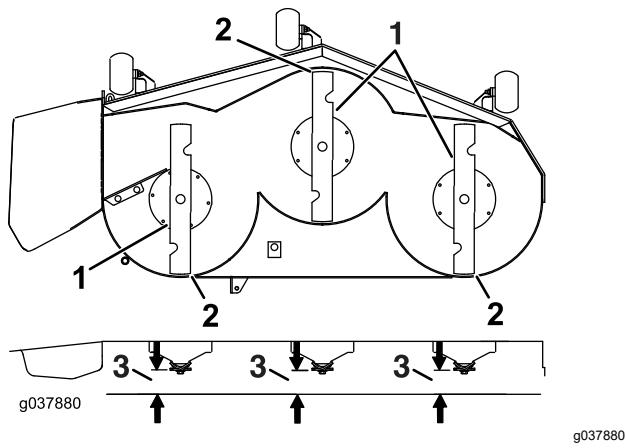

Figura 107
7. Compruebe el nivel longitudinal de la cuchilla (Figura 107). Asegúrese de que la punta de la cuchilla delantera está más abajo que la punta de la cuchilla trasera, como se muestra en Altura de bloque y soporte. Si se requieren ajustes, siga con este procedimiento.